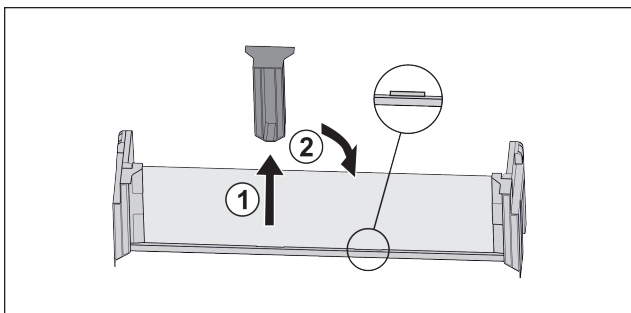

Fig. 54
- Trekk av den midtre holdedelen Fig. 54 (1).
- Sett inn den midtre holdedelen i andre posisjon Fig. 54 (2).